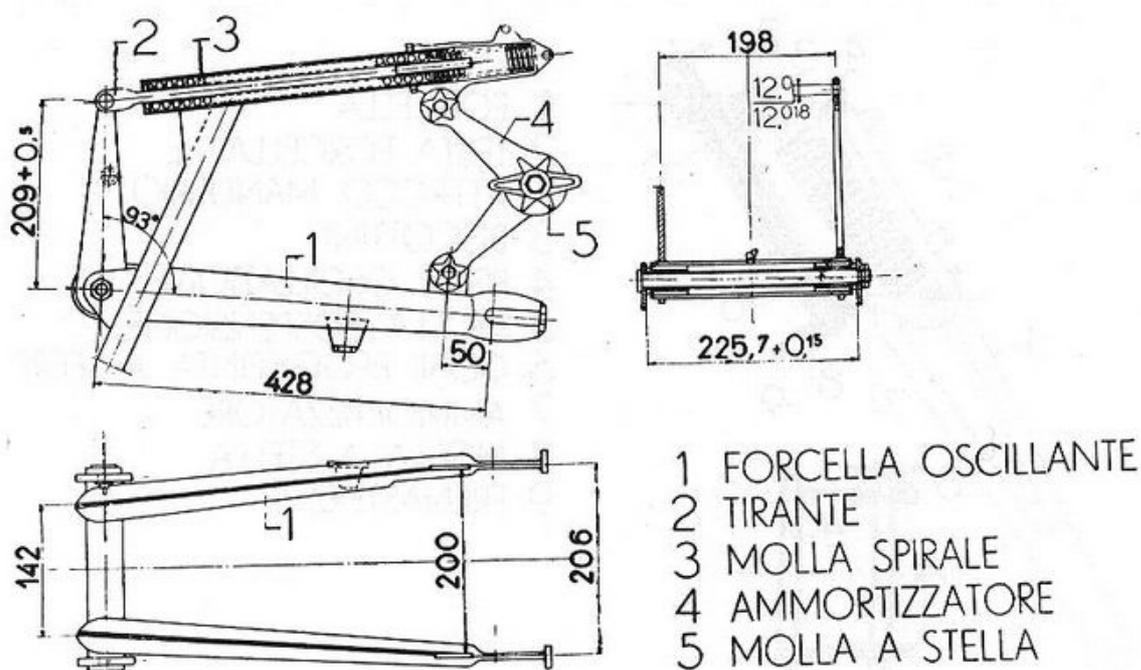

Fig. 29
**I fori delle bronzine del perno d'oscillazione, quelli sui bracci verticali ed i relativi perni** devono avere superfici levigate e senza eccessiva usura; i limiti di questa devono essere contenuti in mm 0,1. Altrettanto dicasi per il perno distanziatore che deve essere controllato nei tratti di appoggio alle bronzine. **Il perno di sostegno** ed i relativi dadi devono avere le filettature integre. Dovendo eseguire il controllo della squadratura forcella, si procede come descritto per il telaio e per la forcella anteriore, riferendosi però al disegno fig. 29.